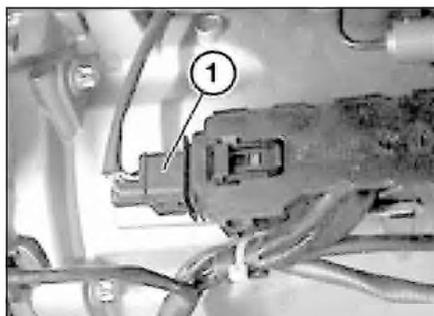

Рис. 7.6. ШС коробки
- Освободить кабельный жгут из держателей и отсоединить ШС (1, рис. 7.6) от кабельной коробки.